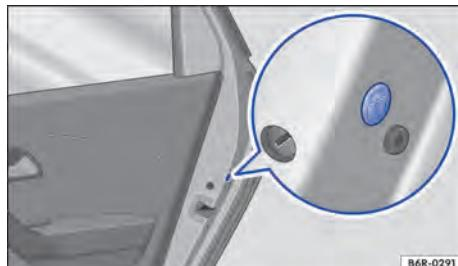

Fig. 169 Na parte dianteira da porta traseira direita: travamento de emergência, coberto por uma vedação de borracha.
- Remover a vedação de borracha da parte dianteira da porta. A vedação está identificada por um cadeado → Fig. 169.